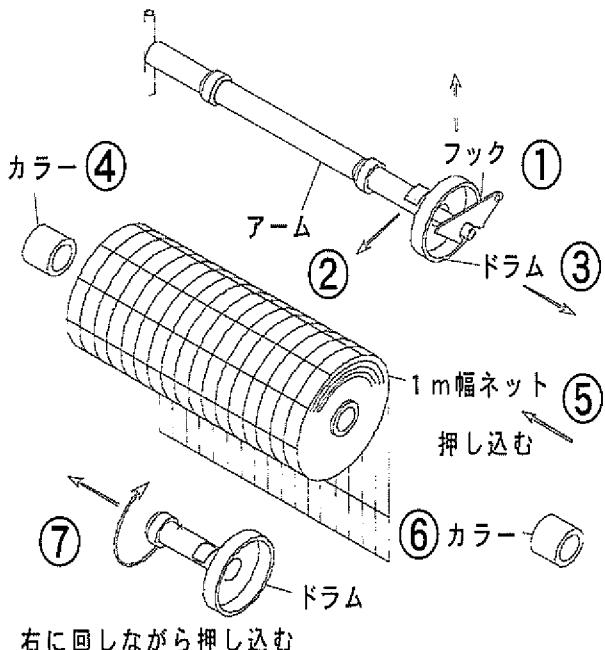

図 1 (1mネットセット図)
3. アームにネット⑤を図1の巻き方向で差し込んでください。
4. アームにカラー⑥を入れる。